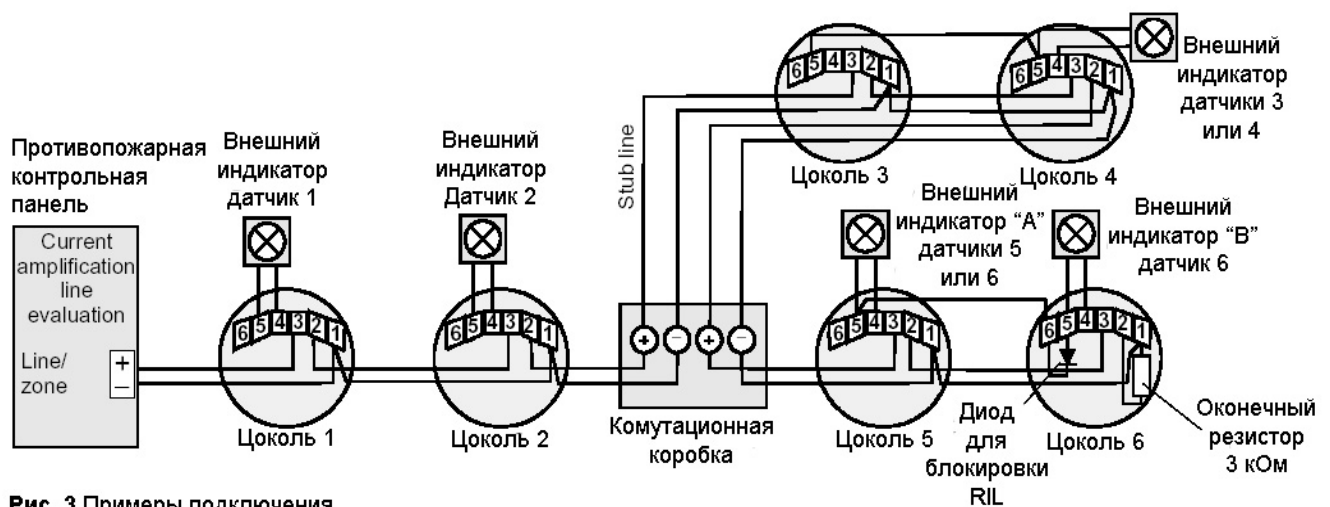

Рис. 3 Примеры подключения
На Рис. 3 показаны различные варианты подключения UTD 521:
- Извещатели необходимо подключать таким образом, чтобы при изъятии одного из извещателей происходил разрыв шлейфа (см. Рис. 3).
- На Рис. 3 показаны 3 возможных варианта подключения выносных световых индикаторов (RAL).